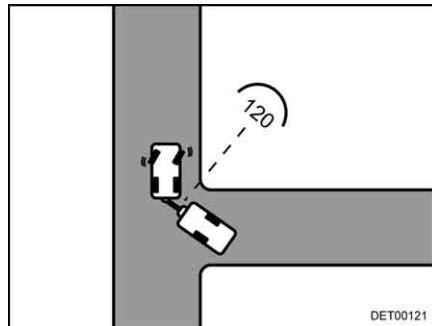

Bild 16 Start
- Stanna genast när bilen och husvagnen står i ca 120° vinkel mot varandra (Bild 16).